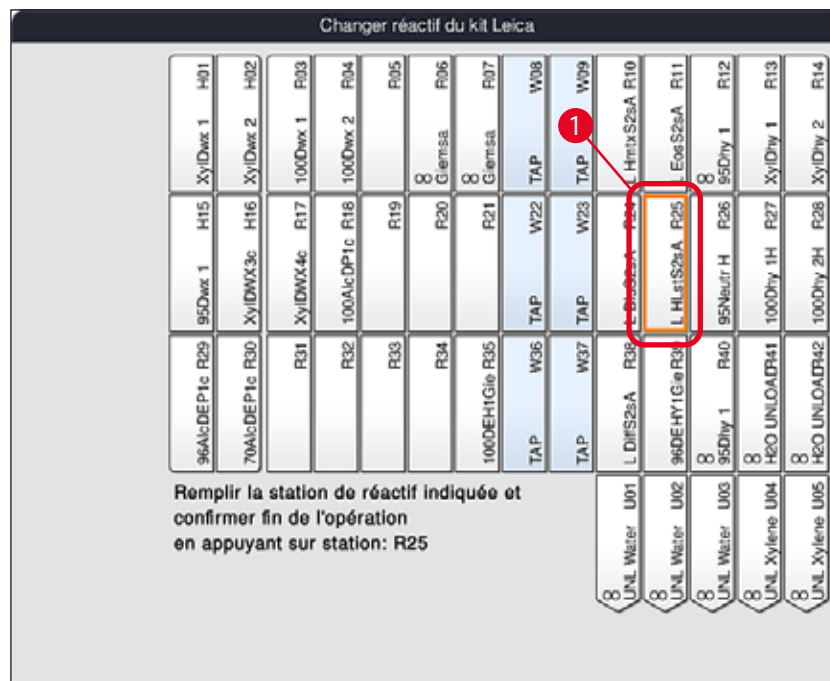

Fig. 59
3. Dans la nouvelle fenêtre **Changer réactif du kit Leica** (→ "Fig. 59"), la station à remplir est mise en évidence en orange (→ "Fig. 59-1").